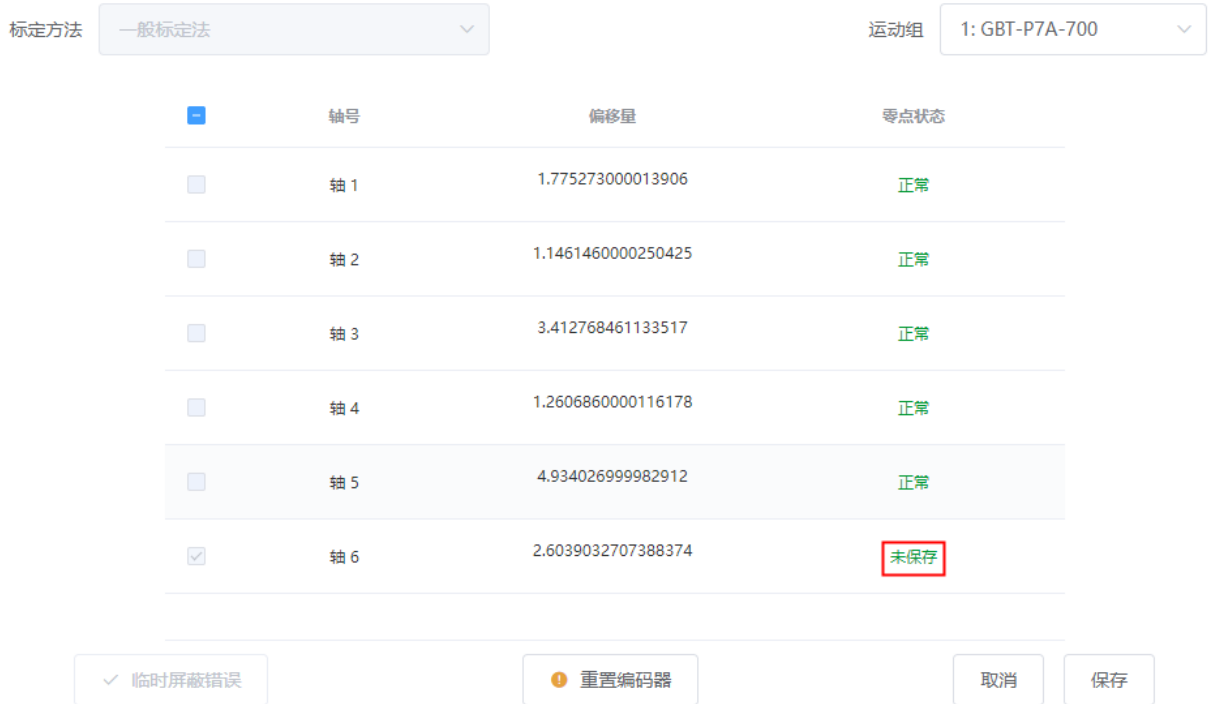

图 7.6 状态变为为保存
- 需要标定的轴选择完成后点击“标定按钮”，如果成功弹出“标定成功”消息，对应标定的轴号零点状态变为“未保存”。如下图 7.6 所示。